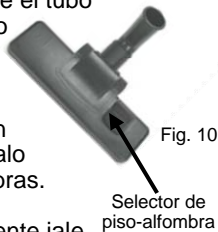

Fig. 10
2. Mueva el selector de piso-alfombra hacia adelante para usarlo en pisos comunes. Muévelo hacia atrás para alfombras. (Fig. 10)